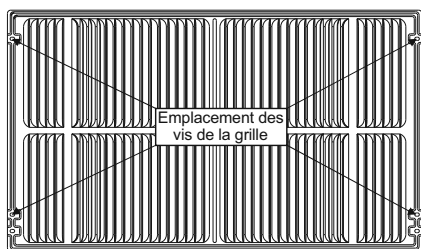

Fig. 2
4. Si l'appareil n'est pas doté de trous prépercés (certains modèles), percer délicatement des 4 trous de 1/8 po dans la grille et le rebord latéral de l'appareil à approximativement 1 1/2 po à 2 po du haut et du bas, comme aux figures 2 et 3. (Faire attention à ne pas percer le tuyau d'échangeur de chaleur en cuivre.)